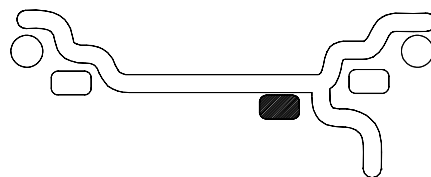

Figure 16
**B. STATIQUE** (plan simple - Figure 16). Suggéré pour les jantes étroites (3" ou moins). Utiliser un poids de correction simple placé au centre de la jante de la façon indiquée à la Figure 16.